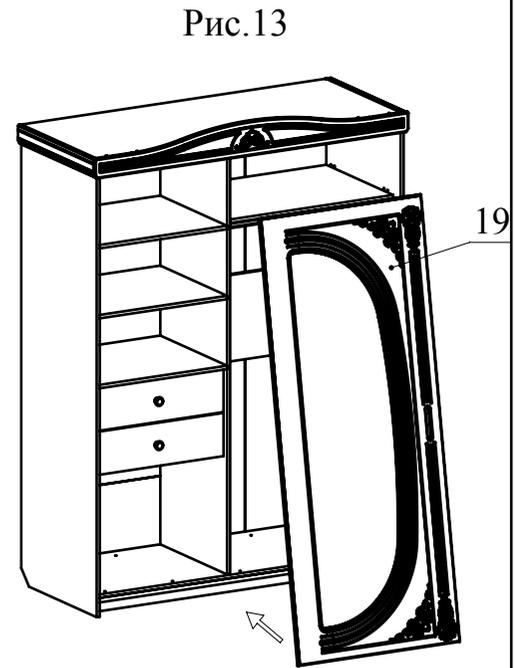

Рис.13
11. С помощью шурупов 3,5x16 прикрутите ролики и полозья на деталь 18, на деталь 19 ролики и полозья прикрутите с помощью винта М5x10,5 (ролики вверху). Короткие салазки на деталь 19, а длинные- на деталь 18. С начала заведите дверь деталь 19 во внутрь шкафа, вставьте салазки в первый паз нижней направляющей, ролик во второй паз верхней направляющей (Рис. 13).